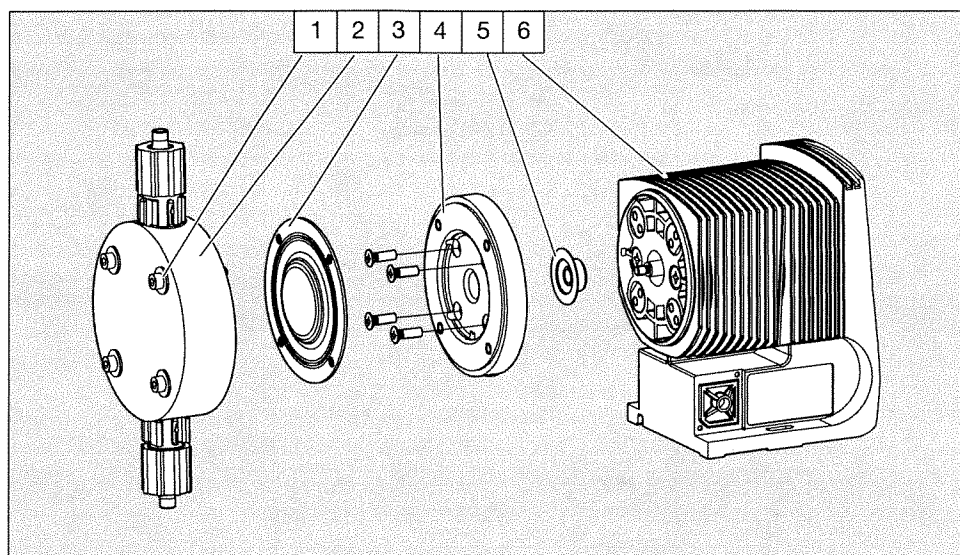

Fig. 22
- ▶ Enlevez la tête doseuse (2) avec les vis (1) de la pompe (comp. fig. 22). Uniquement pour le type 0232 : enlevez les vis de la rondelle de tête (4) sous la membran (4). Remettez en place la tête doseuse (2) avec les vis (1) - les vis doivent encore être enfoncées dans les perçages de la membrane mais pas dans l'entretoise!
- ▶ Tenez le corps (6) d'une main et coincez la membrane (3) avec l'autre main entre la tête doseuse (2) et l'entretoise (4). Dégagez la membrane (3) de l'axe d'entraînement par une légère rotation par à-coup de la tête doseuse (2) et du entretoise (4) en sens inverse horaire.
- ▶ Tirez la tête doseuse (2) avec les vis (1) de la membrane (3) et dévissez celle-ci entièrement de l'axe d'entraînement.
- ▶ Retirez l'entretoise (4) du corps (6).
- ▶ Vérifiez l'état de la membrane de sécurité (5) et remplacez-la si nécessaire.
- ▶ Glissez la membrane de sécurité (5) sur l'axe d'entraînement uniquement jusqu'à ce qu'elle s'appuie de manière plane contre le corps de la pompe (6) – pas plus loin !
- ▶ Vissez à titre d'essai la nouvelle membrane (3) jusqu'en butée sur l'axe d'entraînement – ce vissage doit être possible, sinon le dosage ultérieur de la pompe ne sera pas précis !
- ▶ Lorsque la pompe est en marche, tournez lentement la membrane (3) dans le sens horaire jusqu'à ce que les 4 perçages de la membrane soient alignés avec ceux du corps de pompe (6).
- ▶ Maintenez la membrane (3) dans cette position, réglez la longueur de course sur 0 % et arrêtez la pompe.